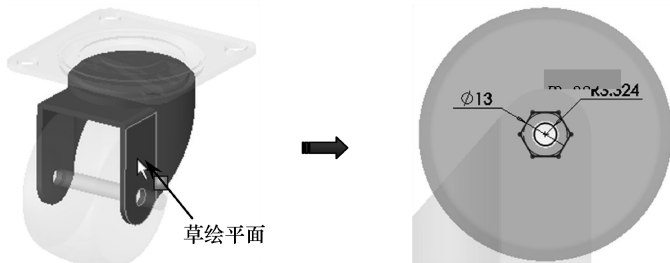

图 7-106 选择草绘平面并绘制草图
- 10 使用【拉伸凸台/基体】工具，选择支承架侧面作为草绘平面，然后绘制如图 7-106所示的草图。